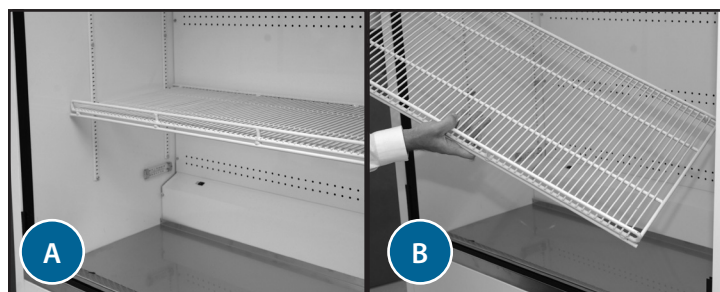

Figure 1. Tournez la clayette.
1. Tournez la clayette métallique. L'arrière de la clayette devient l'avant. Voir Fig. 1.